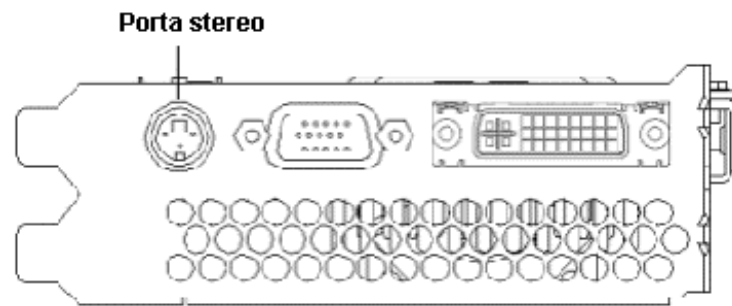

Figura 5. Porta di uscita stereofonica Wildcat 4110 PRO
2. Collegare l'altro estremo del cavo alla porta di uscita della scheda Wildcat 4110 PRO (vedi Figura 5).